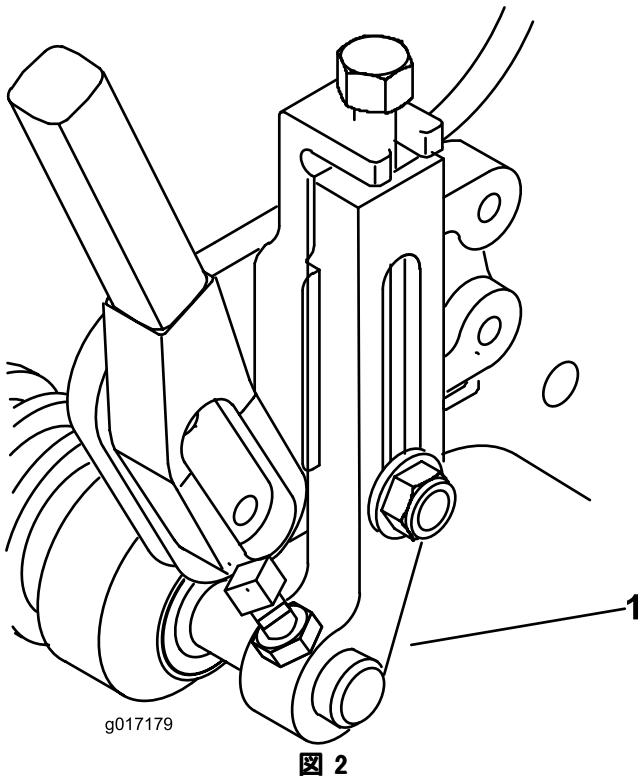

図 2 刃高アーム(前位置)
- グリーンズマスター 1600 では、先ほど取り外した刈高調整ねじ、ジャムナット、固定ねじを使って、新しい刈高アームとローラアセンブリを取り付ける(図2)。
グリーンズマスター 800 と 1000 では、先ほど取り外した刈高アームを取り付ける。両モデルとも、刈高アームは図2のように前位置に回して取り付ける。